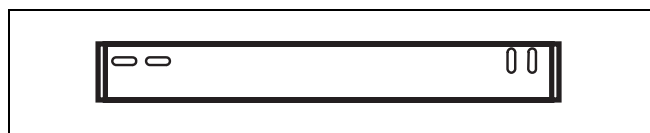

fig. 2 Montagebøjle
- Anbring plugs i borehullerne til montagebøjlen og monter montagebøjlen (se fig. 2).
- Ophængningsbøjlen anbringes på væggen (se fig. 2).
- Gaskedlen hænges på ophængningsbøjlen (fig. 2).